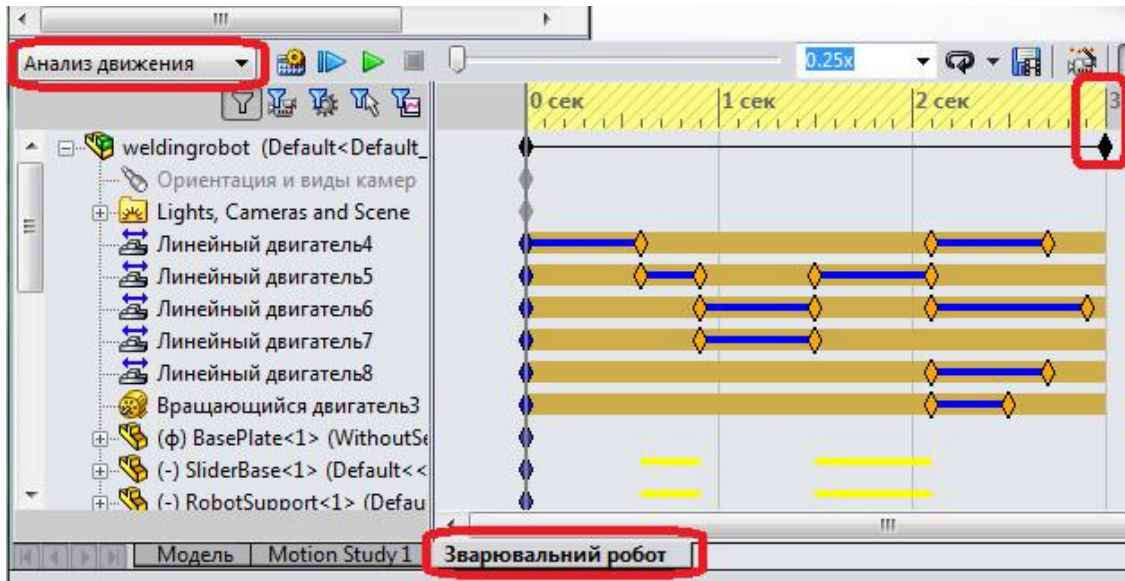

Рис. 4. Налаштування дослідження
2.3. **Встановити час дослідження 3 секунди.** Оцінюємо в першому наближенні тривалість процесу як 3 с, для чого встановлюємо ключову точку на шкалі часу в відповідне положення (див. рис. 4)